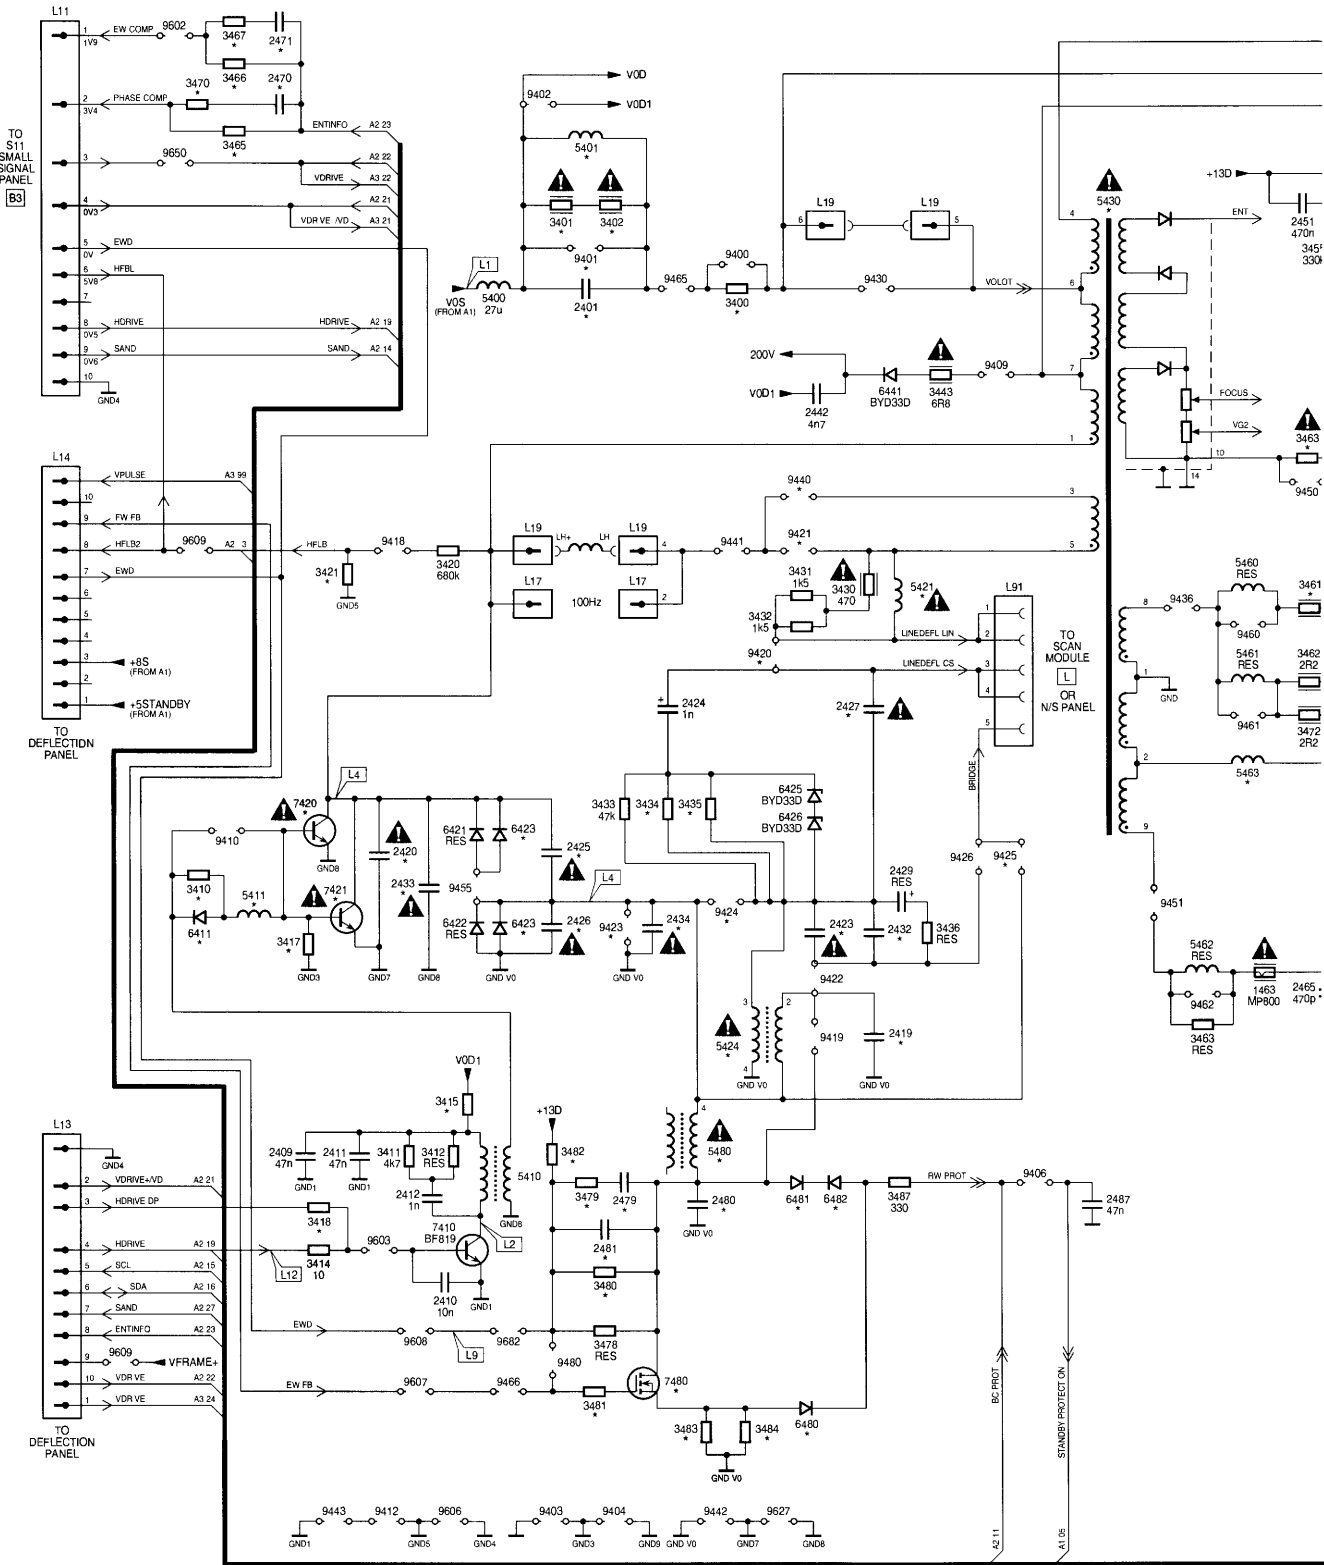

Рис. 15. Принципиальная схема. Строчная развертка
38 микросхемы 7119-4D поступает на базу транзистора 7410 (рис. 14) – предварительный усилитель выходного каскада. Нагрузкой транзистора служит трансформатор 5410. С его вторичной обмотки сигнал запуска поступает на выходной каскад, построенный на силовом транзисторе 7420 (или 7421, см. таблицу на рис. 15). К коллектору 7420 подключена первичная обмотка 1-6 микросхемы 5430, через которую на транзистор подается напряжение питания 95 (140) В от ИП. Кроме того, к коллектору 7420 подключены схема диодного модулятора на элементах